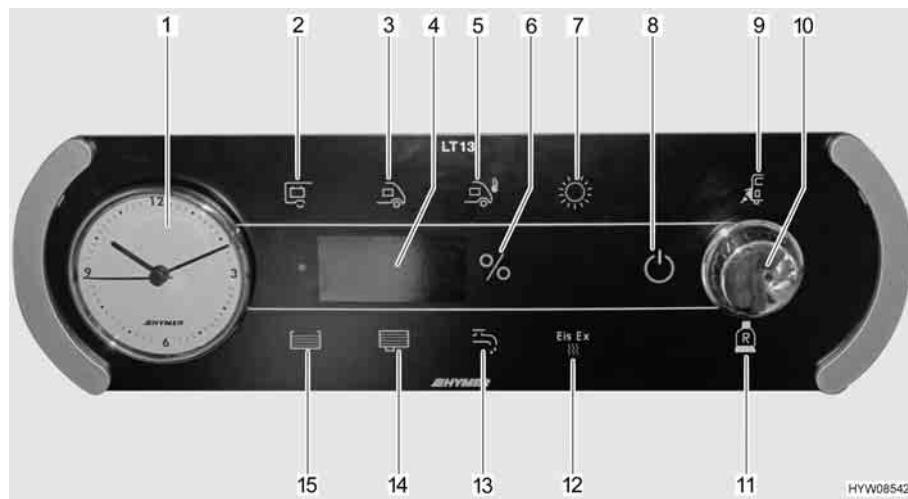

Fig. 107 Pannello di controllo (LT 13)
Il pulsante a rotazione (Fig. 107,10) inserisce o disinserisce il pannello di controllo e l'alimentazione a 12 V dell'abitacolo.
- Premere il pulsante a rotazione (Fig. 107,10): L'alimentazione a 12 V dell'abitacolo è inserita. La spia di controllo a 12 V (Fig. 107,8) diventa verde.
- Premere il pulsante a rotazione (Fig. 107,10): L'alimentazione a 12 V dell'abitacolo è disinserita. La spia di controllo a 12 V (Fig. 107,8) si spegne.
- Ruotare il pulsante a rotazione (Fig. 107,10), finché non si accende il simbolo pompa acqua (Fig. 107,13). Sull'indicatore compare lo stato di commutazione attuale ("ON" oppure "OFF").
- Ruotare il pulsante a rotazione (Fig. 107,10), finché non si accende il simbolo Eis-Ex (Fig. 107,12). Sull'indicatore compare lo stato di commutazione attuale ("ON", "AUTO" oppure "OFF").
Il simbolo controllo di rete (Fig. 107,9) è acceso quando il veicolo è alimentato con tensione di rete a 230 V. Le batterie vengono caricate.
Il simbolo bombola del gas di riserva (Fig. 107,11) è acceso quando viene utilizzata la bombola del gas di riserva.
- Ruotare il pulsante a rotazione (Fig. 107,10), finché non si accende il simbolo temperatura esterna (Fig. 107,5). La temperatura esterna viene visualizzata sull'indicatore (ad es. "25 °C").
- Ruotare il pulsante a rotazione (Fig. 107,10), finché non si accende il simbolo batteria abitacolo (Fig. 107,2). La tensione della batteria dell'abitacolo viene visualizzata sull'indicatore (ad es. "13,8U" per 13,8 Volt).
- Ruotare il pulsante a rotazione (Fig. 107,10), finché non si accende il simbolo della batteria dell'abitacolo (Fig. 107,2). La corrente della batteria dell'abitacolo è visualizzata sull'indicatore.
- Ruotare il pulsante a rotazione (Fig. 107,10), finché non si accende il simbolo batteria d'avviamento (Fig. 107,3). La tensione della batteria d'avviamento viene visualizzata sull'indicatore (ad es. "12,1U" per 12,1 Volt).
- Ruotare il pulsante a rotazione (Fig. 107,10), finché non si accende il simbolo solare (Fig. 107,7). La corrente fornita dal pannello di controllo solare viene visualizzata sull'indicatore (ad es. "5,8A" per 5,8 Ampère).
- Ruotare il pulsante a rotazione (Fig. 107,10), finché non si accende il simbolo serbatoio acqua (Fig. 107,15). Il livello del serbatoio dell'acqua è visualizzato in percentuale sull'indicatore. Se il serbatoio dell'acqua è vuoto, l'indicatore lampeggia.
- Ruotare il pulsante a rotazione (Fig. 107,10), finché non si accende il simbolo serbatoio acque grigie (Fig. 107,14). Il livello del serbatoio delle acque grigie è visualizzato in percentuale sull'indicatore. Se il serbatoio delle acque grigie è pieno, l'indicatore lampeggia.
- ▷ Se il simbolo "%" (Fig. 107,6) lampeggia, significa che il sensore è difettoso. Pulire il sensore o chiamare il servizio clienti.